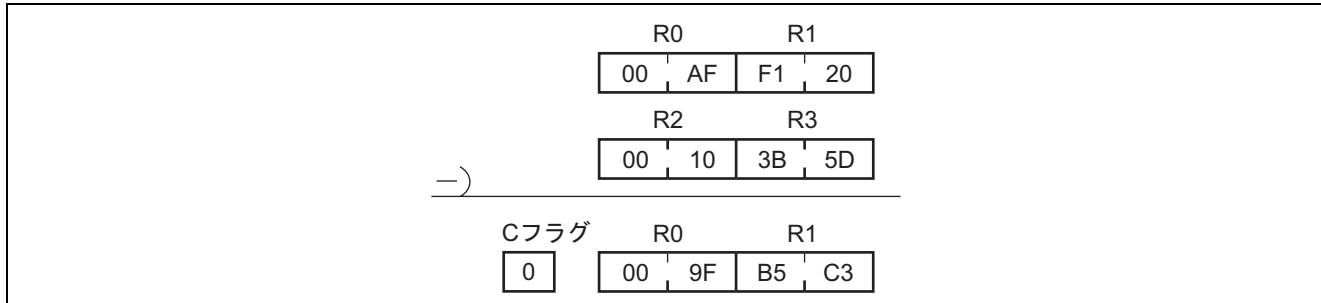

図 3 上位ビットを使用しない減算例
- 図 3 のように上位ビットを使用しない場合は、上位ビットに"0"を設定してください。"0"を設定していない場合、上位ビットに設定されている不定のデータを含めて減算されるため、正確な減算結果は得られません。